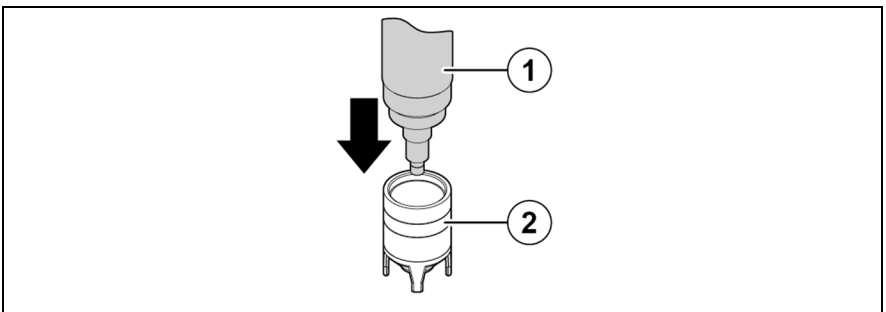

Abb. 5: Sensorkörper aufsetzen
- ▶ Beim Aufschrauben der Membrankappe sicherstellen, dass das Ventil nicht zugedrückt wird (siehe Abb. 5, Seite 18).